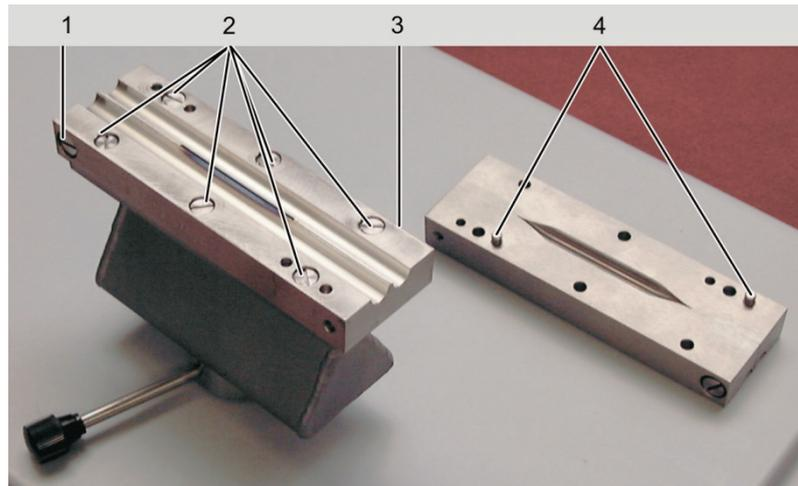

Fig. 62 Raccords vissés du brûleur
3. Débloquer les raccords vissés (2, Fig. 62) des mâchoires du brûleur au niveau du corps du brûleur et retirer les mâchoires du brûleur.
4. Débloquer les raccords vissés entre les mâchoires du brûleur (1 et 3, Fig. 62).
8. Dévisser les mâchoires du brûleur sur le corps du brûleur. Des goujons (4, Fig. 62) placés sur les mâchoires du brûleur assurent la bonne assise du système.